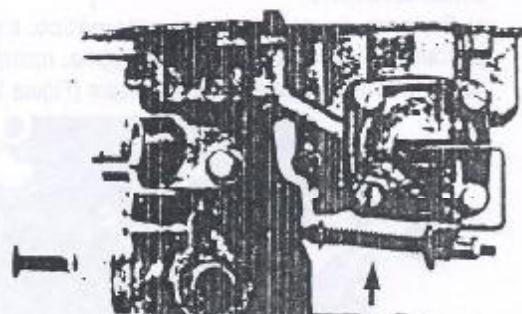

Figura 1.27.3 - Haste de acionamento da bomba de aceleração rápida
5. Caso o valor encontrado não esteja dentro do especificado, o volume pode ser ajustado através da contraporca da haste de acionamento da bomba (Figura 1.27.3).